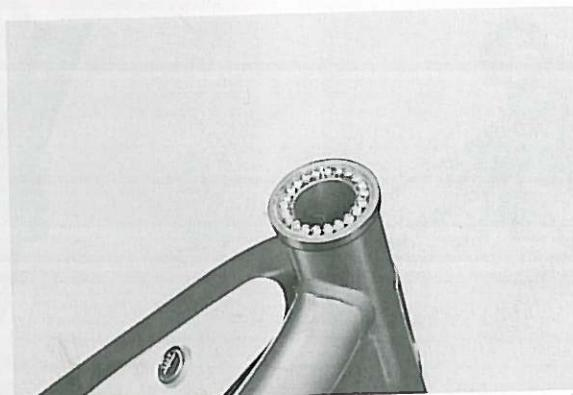

Fig. 5-7-11
- Grease the lower ball race of the upper assembly and arrange the balls around it. Then apply more grease and set the top race into place. (Fig. 5-7-11)
- Garnir de graisse la cuvette inférieure du roulement situé en haut, et disposer les billes sur son pourtour. Ensuite, ajouter de la graisse sur les billes, et poser la cuvette supérieure. (Fig. 5-7-11)
- Unteren Laufring des oberen Lagers einfetten und die Kugeln auflegen. Danach nochmals Schmierfett auftragen und den oberen Laufring aufsetzen. (Fig. 5-7-11)